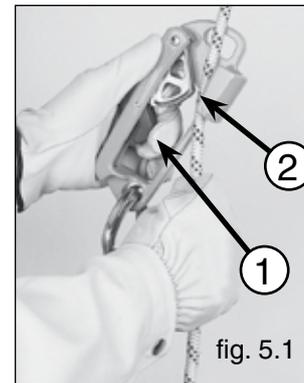

fig. 5.1
2. Retire completamente el enganche de seguridad (1) utilizando para ello el dedo central o anular. Utilizando el pulgar, empuje hacia atrás la palanca de inmovilización (2) (fig. 5.1).
Advertencia: No abra demasiado la palanca de inmovilización (fig. 5.1 (1) p.13) trinquete de inmovilización (fig. 5.1 (2) p.13), de manera que la cuerda tenga la posibilidad de llegar a desenfilarse fuera del dispositivo.